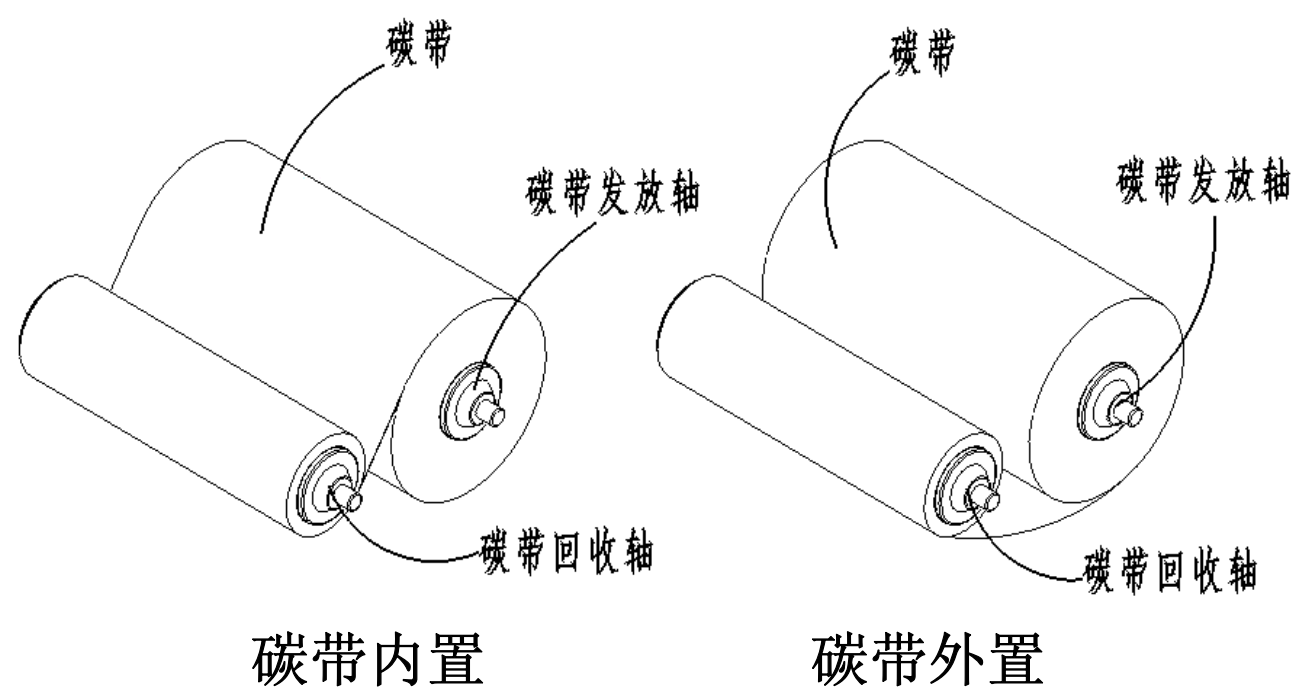

图5.6-1
- 1) 将碳带缠绕在碳带发放轴与碳带回收轴上（见图 5.6-1）；